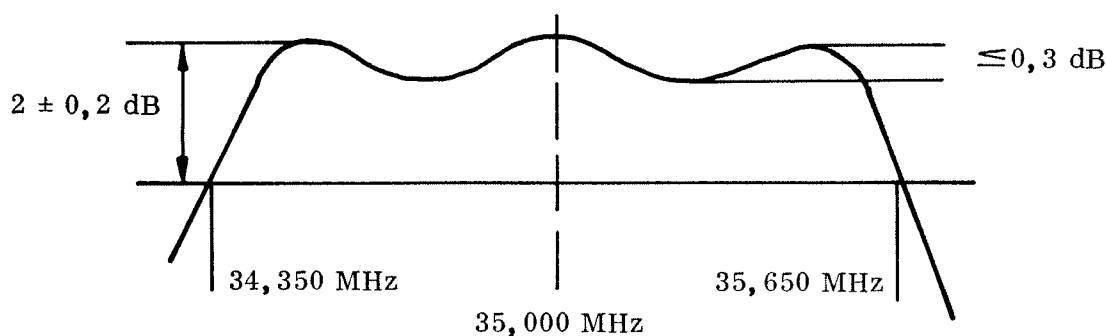

Bild 29
- 4.3.4.4 Justera med trimanordningarna L17, L18, C53, L11, L12, L14, C34 och C37 så att en kurva enligt bild 29 erhålls.
- Vid svårighet att erhålla resultat enligt bild 27, löd bort bygeln mellan lödtornen E7 och E8. Anslut svepgeneratoren till lödtornet E8. Öka utnivå till -30 dBm. Justera med spolarna L17 och L18 samt med kondensatorn C53 så att en något bredare kurva än den på bild 29 erhålls.